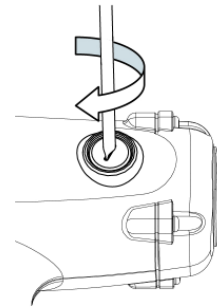

Fig. 6
- Lås fast kolborstens panel medsols genom att använda slitsade bits (Fig. 6).